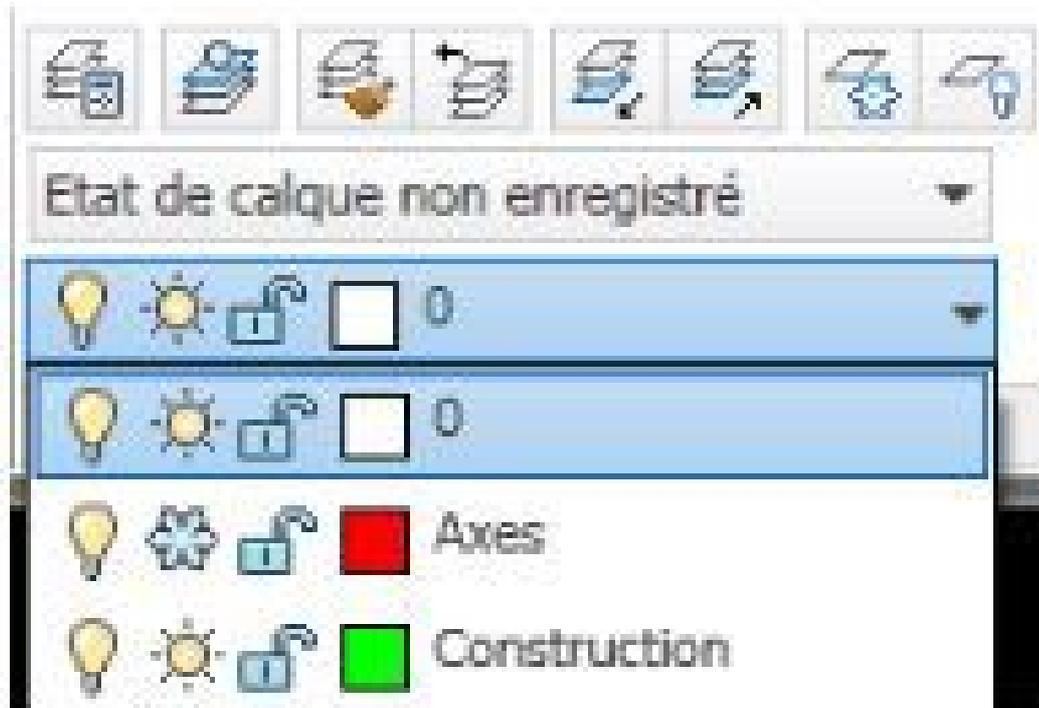

Fig. II-13
*Il y a pour ainsi dire peu de différences entre le gel d'un calque et sa désactivation au niveau du temps de régénération du dessin, mais si cela peut vous aider à choisir une des deux méthodes, sachez que je n'utilise que le gel et la libération. Si vous souhaitez désactiver un calque, cliquez sur l'ampoule dans la liste des calques présente dans le ruban. Si vous préférez geler un calque, cliquez sur le soleil et vous le verrez se transformer en flocon de neige. Voyez sur l'exemple ci-dessous (Fig. II-13):\**